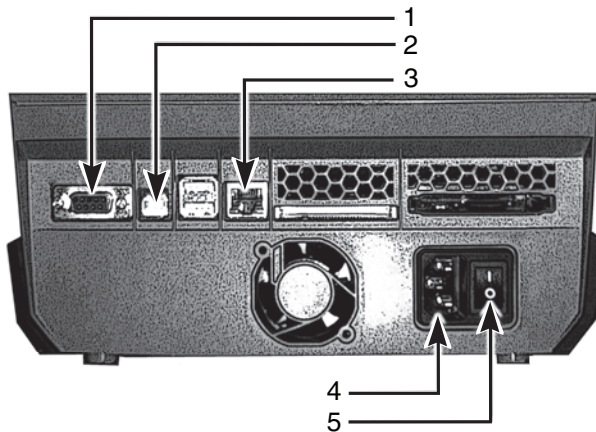

Bild 2, Schnittstellen und Anschlüsse
5. Schalten Sie den Netzschalter (**Bild 2, 5**) an der Rückseite des Druckers ein. Der Drucker führt einen Selbsttest aus und geht in den Zustand Bereit.
Der Drucker verfügt über eine RS-232-Schnittstelle (**Bild 2, 1**), eine USB-Schnittstelle (**Bild 2, 2**) sowie eine Ethernet-Schnittstelle (**Bild 2, 3**).
2. Verbinden Sie den Drucker über das mitgelieferte USB-Kabel mit dem Computer. Stecken Sie das USB-Kabel an die USB-Schnittstelle (**Bild 2, 2**) des Druckers und eine USB-Schnittstelle des Computers.
2. Verbinden Sie den Drucker über ein RS-232-Kabel (nicht im Lieferumfang) mit dem Computer. Stecken Sie das Kabel an die RS-232-Schnittstelle (**Bild 2, 1**) des Druckers und des Computers.
2. Verbinden Sie den Drucker über ein Ethernet-Kabel (nicht im Lieferumfang) mit dem Computer. Stecken Sie das Kabel an die Ethernet-Schnittstelle (**Bild 2, 3**) des Druckers und eine Ethernet-Schnittstelle des Computers oder des lokalen Netzwerks (LAN).